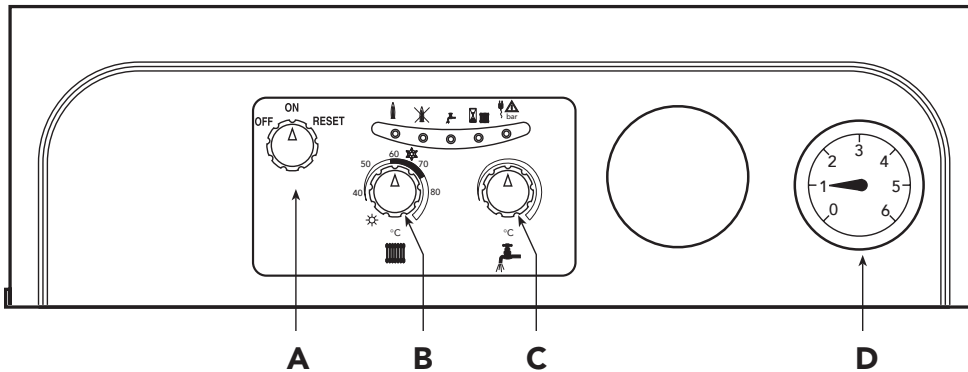

fig. 1
- A questo punto scegliere se far funzionare la caldaia per il riscaldamento e la produzione d'acqua calda sanitaria, o per la sola produzione d'acqua sanitaria. Se si sceglie la prima condizione di funzionamento (riscaldamento + acqua calda sanitaria), posizionare la manopola "B" (fig. 1) sulla posizione Inverno in corrispondenza ad un valore superiore a 50°C e quella dell'eventuale termostato ambiente sul valore di temperatura desiderato. A questo punto il bruciatore si accende e la caldaia inizia a funzionare automaticamente controllata dai suoi dispositivi di regolazione e di sicurezza. Se si sceglie invece la seconda condizione di funzionamento (solo acqua calda sanitaria), posizionare la manopola "B" (fig. 1) sulla posizione Estate.
Con la manopola "B" (fig. 1) posizionata sul simbolo ☀️ (Estate) la funzione riscaldamento è disattivata. È attiva solo la produzione di acqua calda sanitaria.
Con la manopola "B" (fig. 1) in corrispondenza del simbolo ❄️ (Inverno) è attivo sia il riscaldamento, sia il sanitario.
Impostare tramite la manopola "D" (fig. 1) la temperatura per il bollitore.
Caldaia in blocco	Verificare se il rubinetto gas a monte della caldaia e sul contatore sono aperti. Ruotare la manopola "A" fig. 1 su "Reset" e rilasciarla. In caso di ripetuti blocchi caldaia, contattare il più vicino centro assistenza.